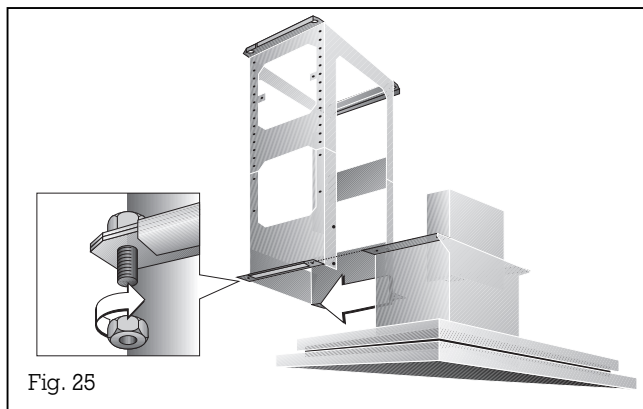

Fig. 25
7. Emhætten skubbes ind i laskerne i siden på bærestellet (OBS: tilslutningskablet må ikke klemmes ind) og **sikres omgående med 4 skruer** (fig. 25).